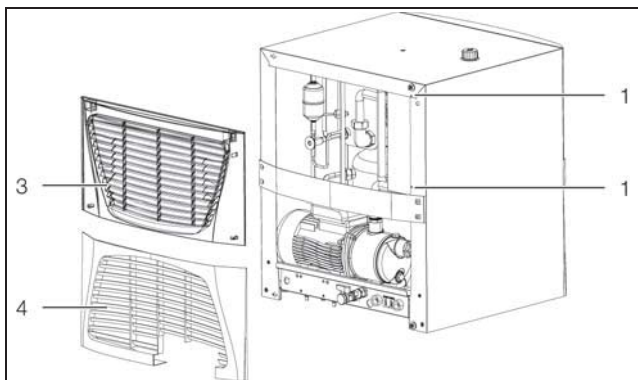

Imagen 42: Preparación para conexión PLC (3320.600 y 3334.600)
- Desmonte la rejilla (imagen 42, pos. 3 y 4) de la parte posterior del chiller.